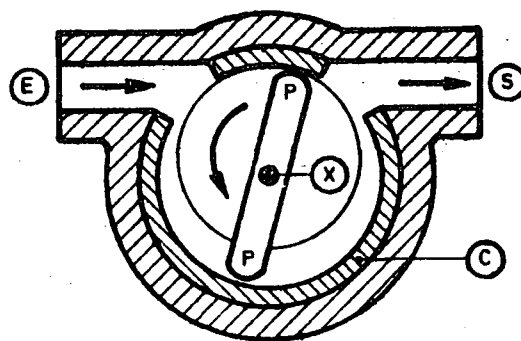

Fig. 4
Bomba de palheta (fig. 4). Compõe-se de um corpo cilíndrico (C), no qual gira um excêntrico (X), com 2 palhetas deslizantes (P), que tendem a abrir-se pela ação de uma mola central e da força centrífuga.